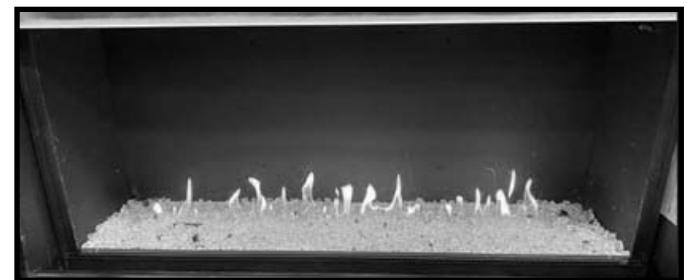

Figure 11.10 Éclairage complet
- Réinstallez la vitre du foyer et vérifiez que le brûleur s'allume complètement. Répétez ce processus si nécessaire jusqu'à ce que l'éclairage soit complet, comme le montre la figure 11.10.